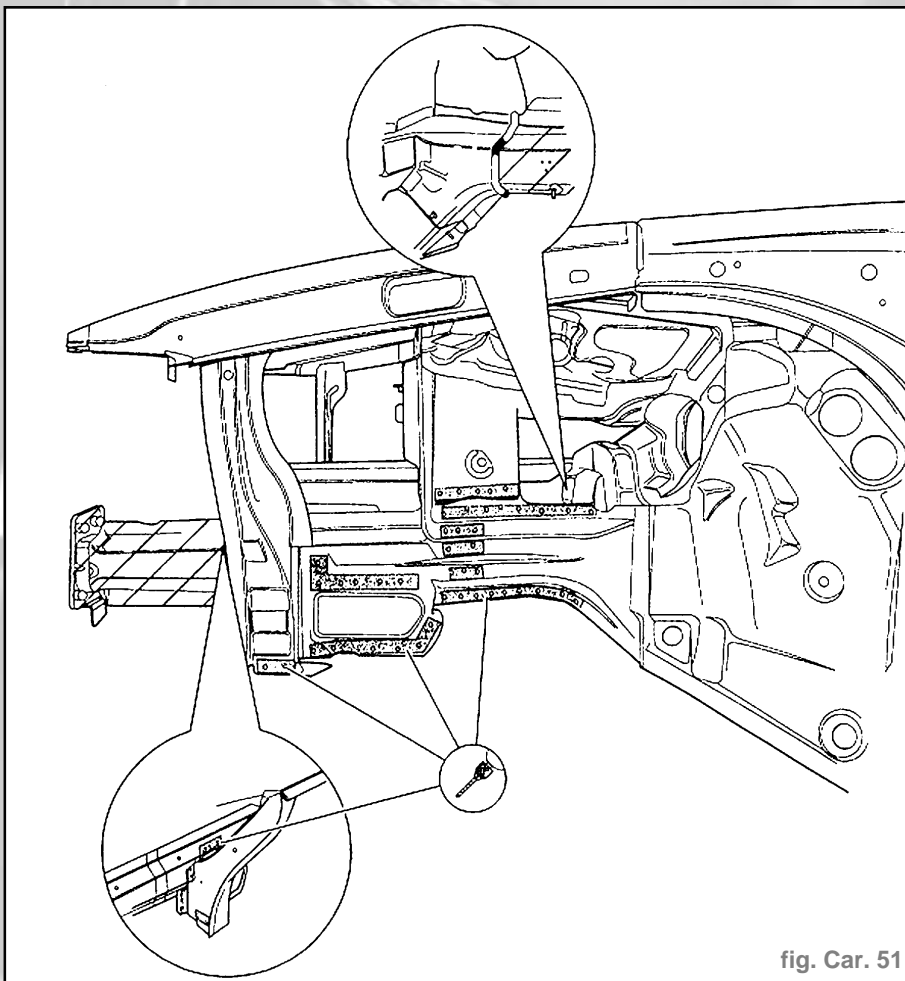

fig. Car. 51
- Percer les points de soudure pour le soudage ultérieur par bouchonnage (fig. Car. 51).